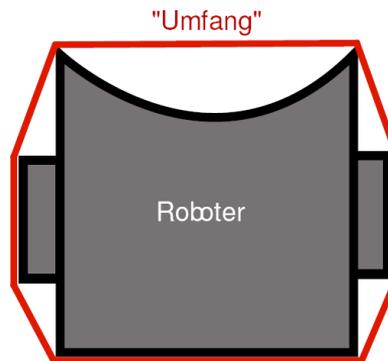

Abbildung 3: Roboterumfang
3. Der Roboterumfang darf maximal 100cm betragen (Umfangsdefinition siehe Abbildung 3).